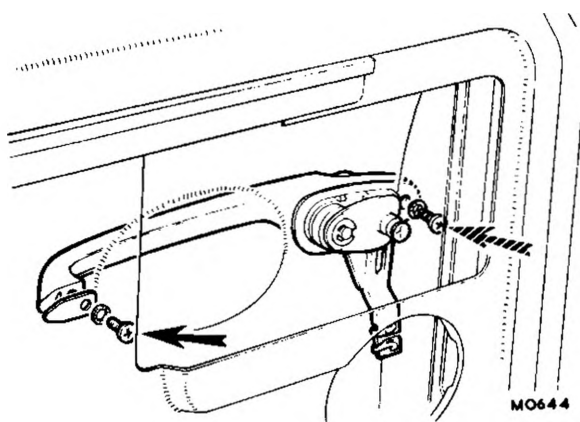

Fig. Rb.7
- (1) Rimuovere la maniglia di comando interno della serratura, il pannello di rivestimento della porta e la serratura (Punti (1) a (5), Sezione Rb.6).
- (2) Alzare i finestrini; svitare le viti di fissaggio della maniglia e rimuovere la maniglia (Fig. Rb.7).